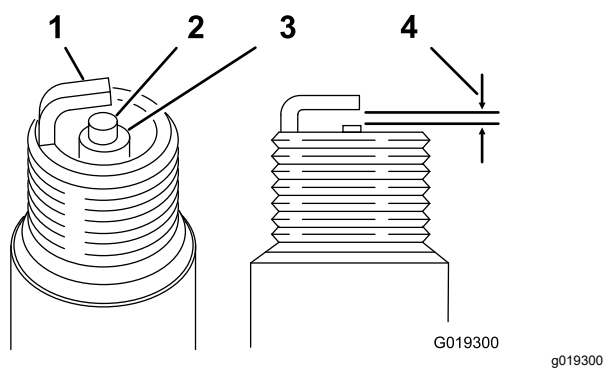

图 32
空隙 0.700.80mm请参阅 图 32
4. 如 图 32 所示将空隙设定为 0.700.80mm。